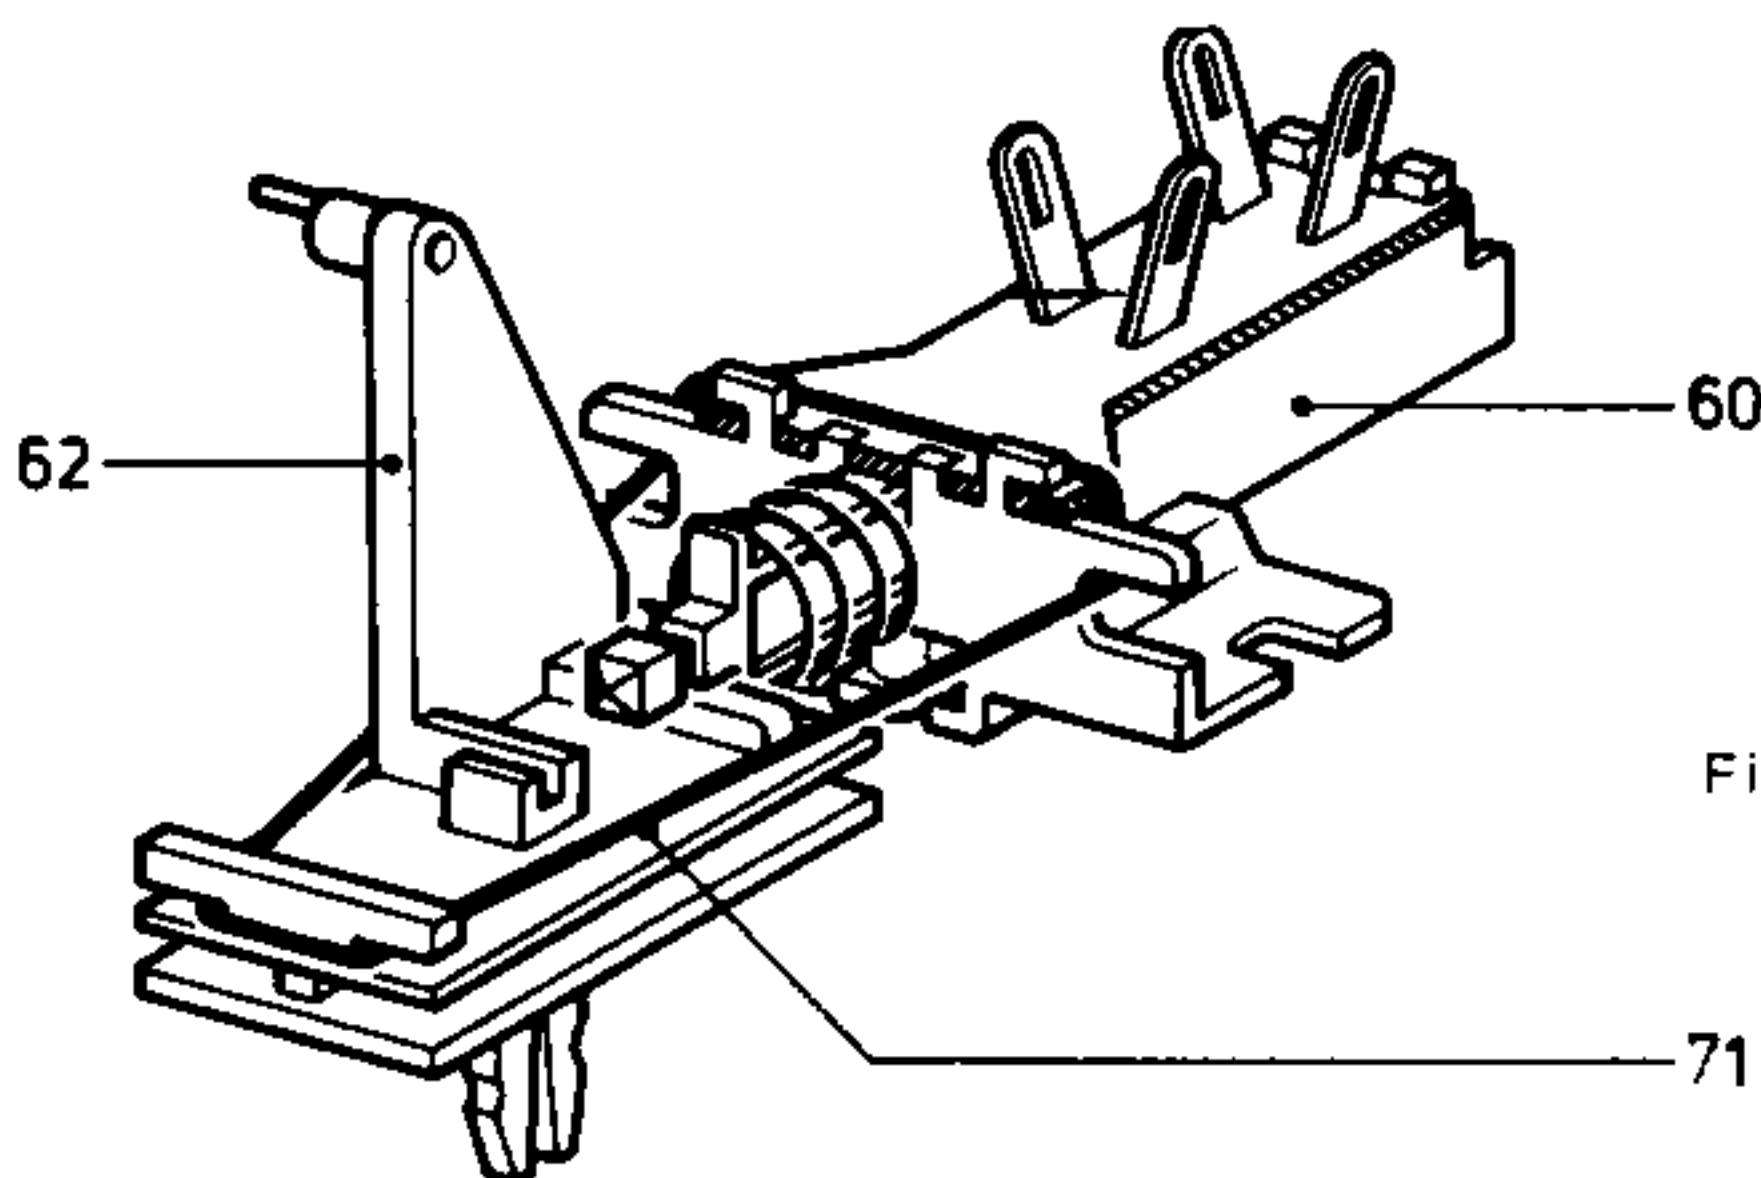

Fig. 1
- b. Tevens is de netschakelaar-aandrijving pos. 62 gewijzigd. Voor service-doeleinden wordt alleen de gewijzigde aandrijving onder hetzelfde bestelnummer 4822 402 60455 geleverd. Tevens is er een rubberen ring pos. 71 bestelnummer 4822 358 30202 toegevoegd. De gewijzigde aandrijving, pos. 62 en ring 71, moeten gelijktijdig toegepast worden. Voor montage, zie fig.1. Bij vervanging van een defecte netschakelaar pos. 60 moet tevens de nieuwe aandrijving pos. 62 en ring 71 toegepast worden.